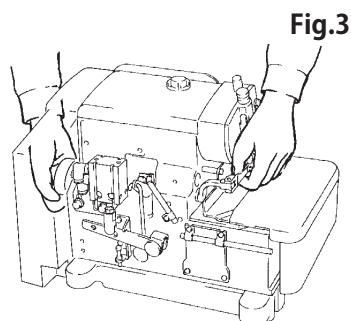

Fig.3
2. Para el transporte de la máquina, sujete la polea de transmisión de la máquina firmemente con la mano derecha y la barra del prensatelas con la mano izquierda (Fig. 3).